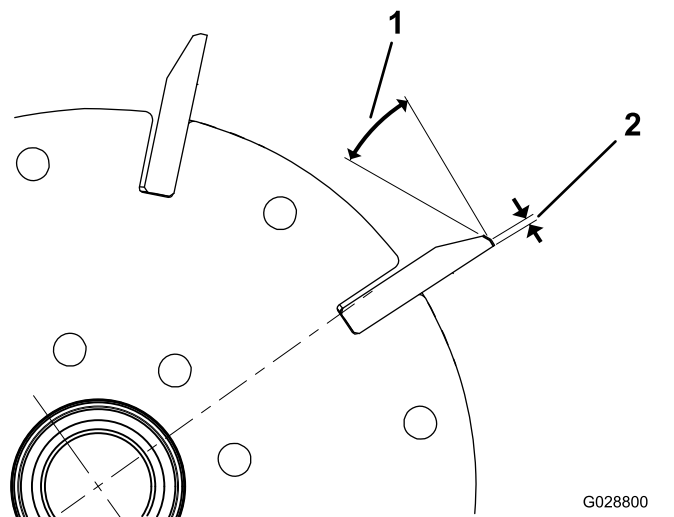

Figura 24
1. Applicare un'ulteriore rettifica di 30 gradi sulle lame del cilindro in modo da ottenere una larghezza di 1,3 mm (Figura 24).